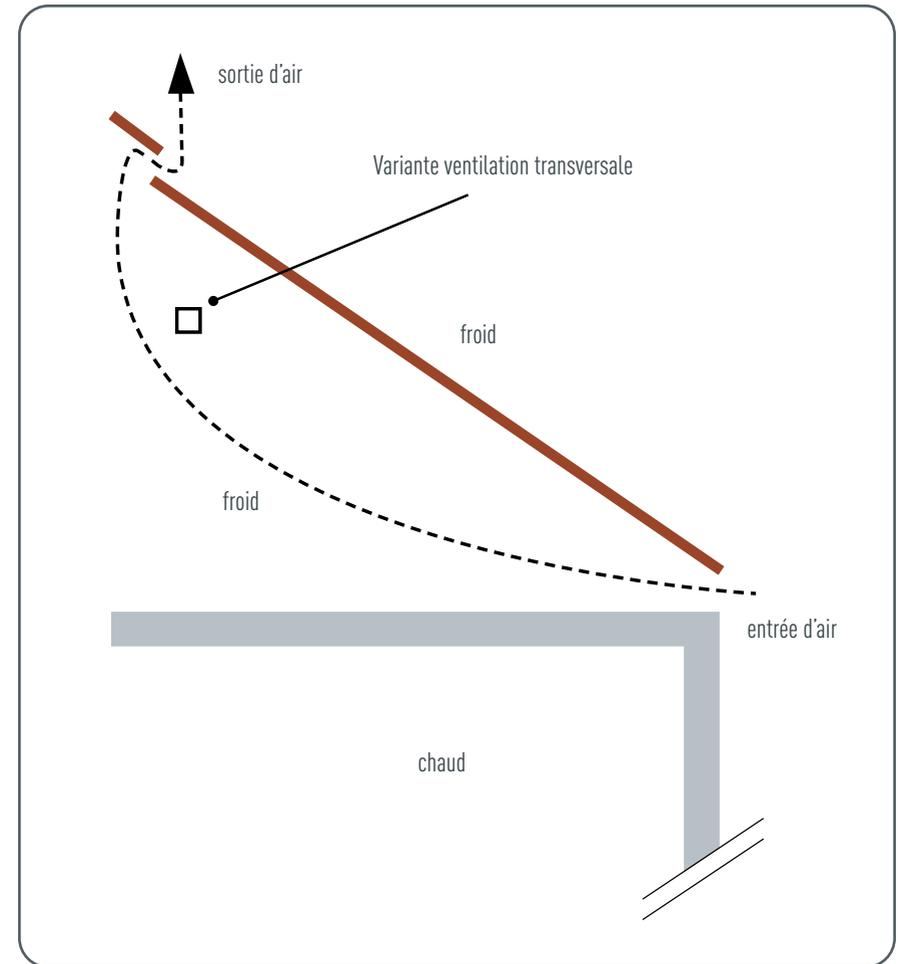

Figure 2 - Construction de toit simple peau
Ce dispositif est particulièrement adapté aux combles aménagés, étant donné que l'air qui circule a un effet positif sur la qualité de l'air intérieur, en été comme en hiver. Il est néanmoins aussi possible de ventiler l'ensemble des combles (cf. Fig. 2).
1.2 COMBLES PERDUS (FIG. 2)